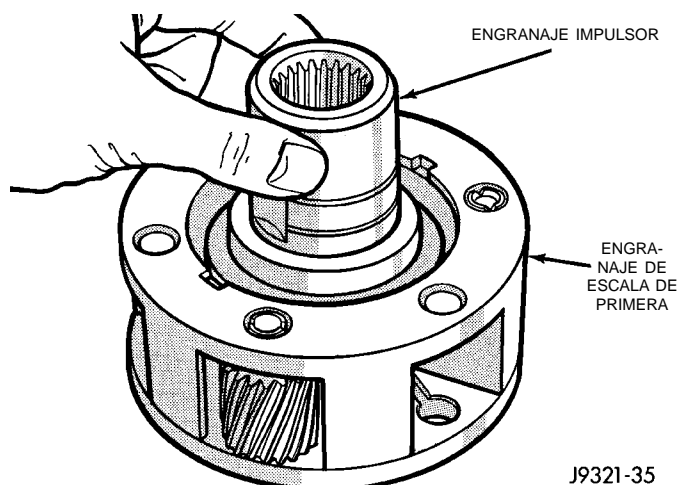

Fig. 41 Desmontaje del engranaje impulsor
- (4) Retire el engranaje impulsor (Fig. 41).